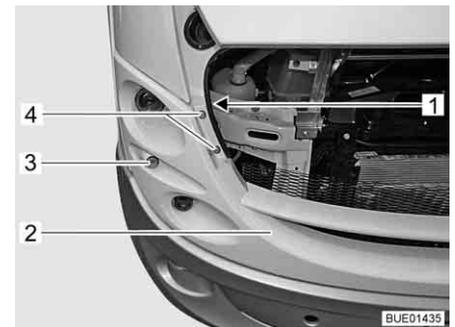

Bild 260 Kunststoff-Vorbau mit Lampen
- Schraube (Bild 260, 1) mit Scheibe lösen und entfernen.
- Kunststoff-Vorbau (Bild 260, 2) an der Seite vorsichtig etwas nach vorn ziehen, bis das Lampengehäuse zugänglich ist.
- Lampengehäuse des Standlichts (Bild 260, 3) mit der Lampe herausnehmen.